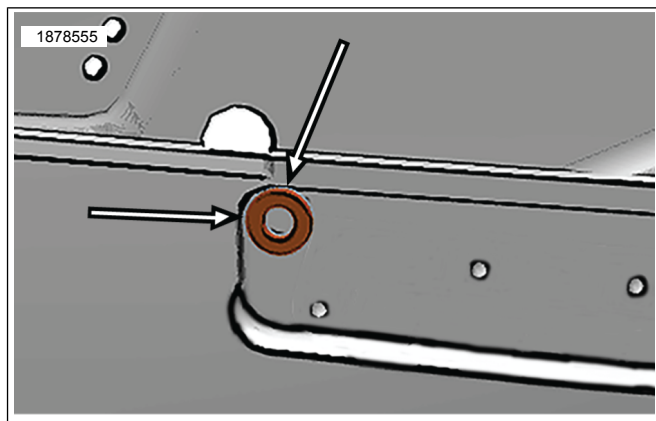

Figura 3. Localização da perfuração superior do alforje
- c. Veja a figura 3. Use a arruela plana (4) do kit como guia de localização da perfuração, colocando a arruela plana contra a superfície do alforje tocando o raio na parte superior e lateral do recesso.